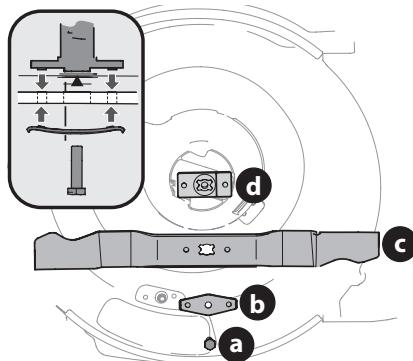

Figure 41
- Retirez le boulon (a) et le support de la lame (b) qui fixent la lame et l'adaptateur au vilebrequin du moteur (Figure 41).
- Retirez la lame (c) et l'adaptateur (d) du vilebrequin (Figure 41).
- Lubrifiez le vilebrequin du moteur et la surface interne de l'adaptateur de la lame avec une huile légère. Voir l'encadré de la Figure 41.